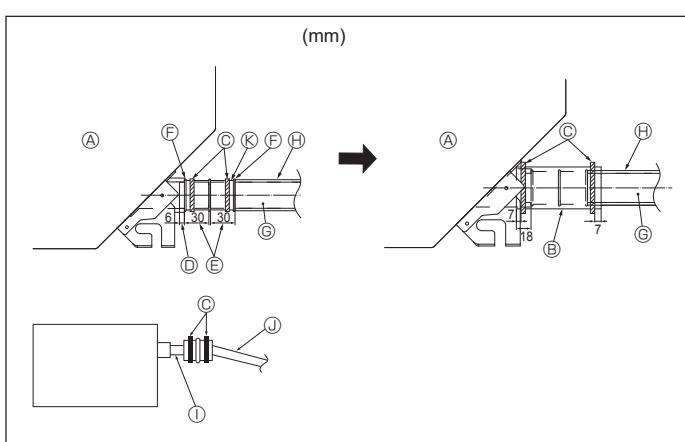

Fig. 5-2
- Die Abläufförmchen (mit der Anlage geliefert) an den Dränageauslaß anschließen. (Fig. 5-2) (Das Rohr mit PVC-Kleber ankleben und dann mit einem Band sichern.)